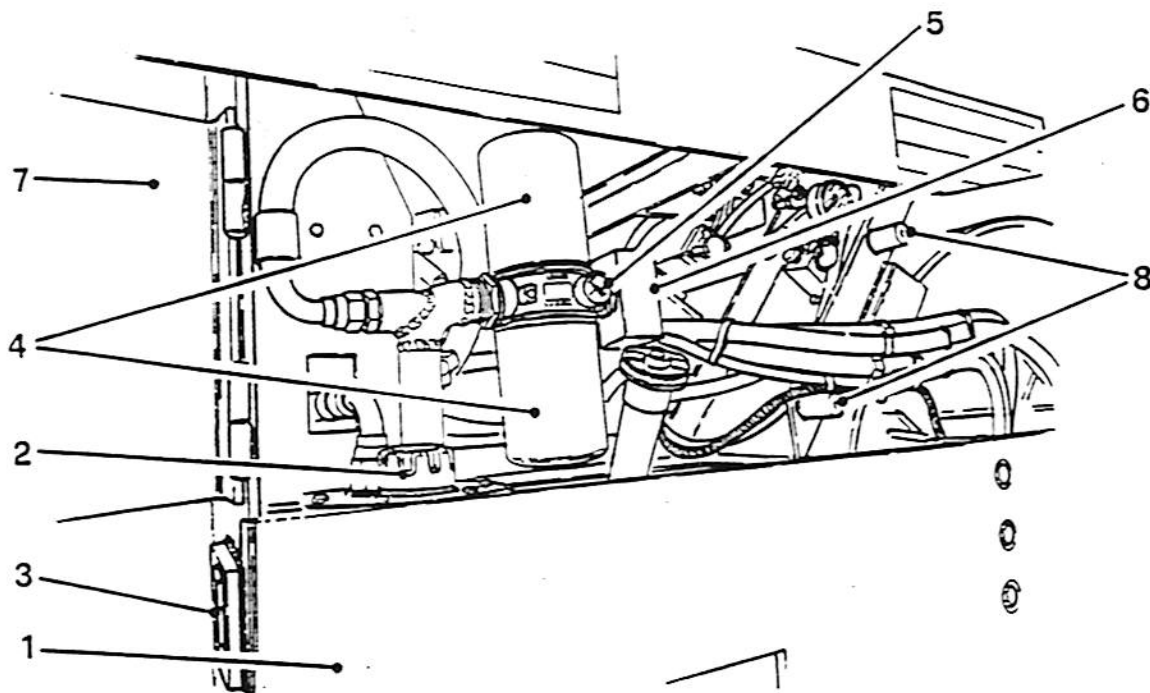

Fig. D.1
Il serbatoio ed il filtro sono coperti (rif. Fig. D.1) da uno sportello a cerniera (7) assicurato con due viti.